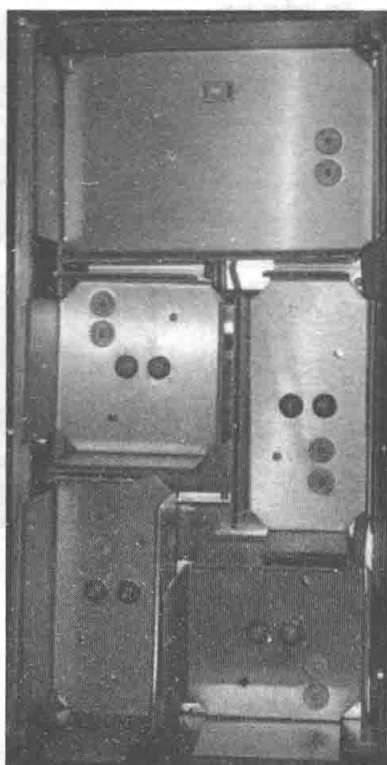

图 4-67 材料抽屉
- (1) 从打印机的前部，推动材料抽屉以将其拉开。
- (2) 如果需要更换材料盒，直接拉出卸下旧材料盒。
- (3) 在相应材料室中放入模型材料盒和支撑材料盒，如图 4-67 所示。